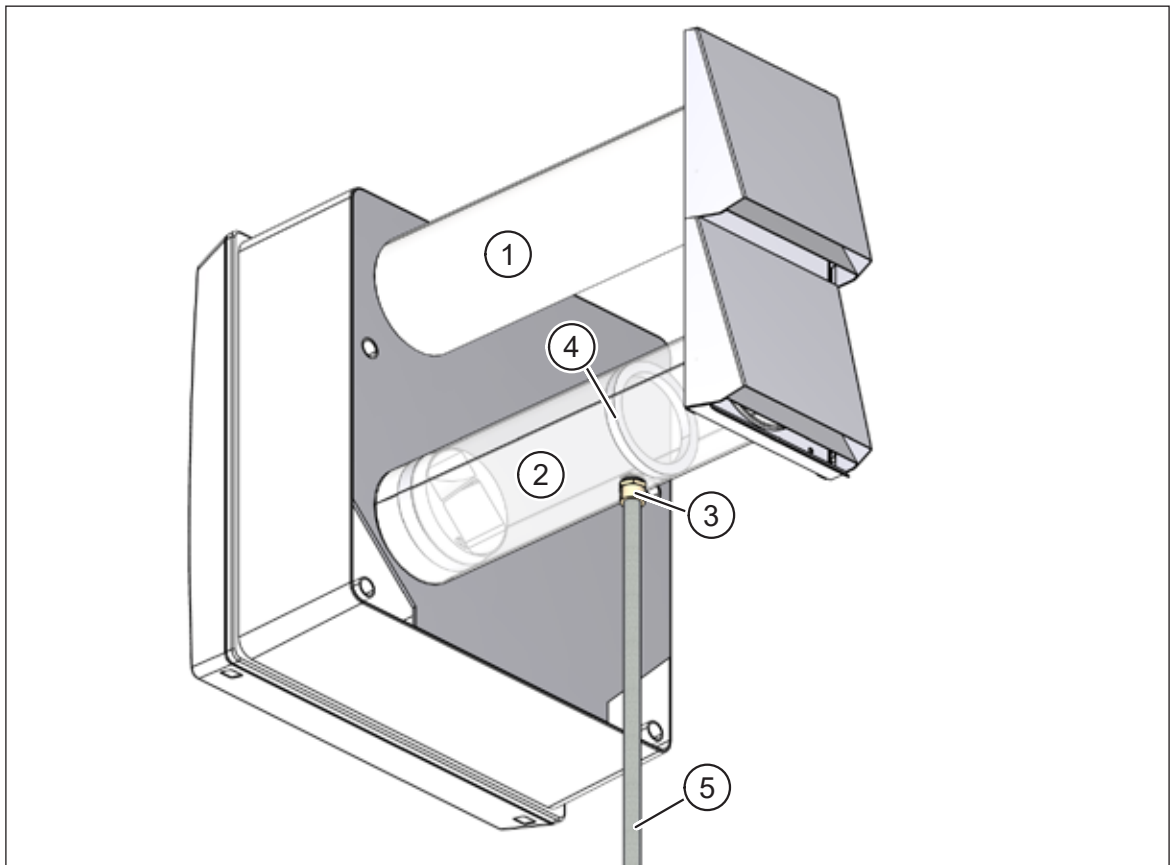

Abb. 27: Kondensatabführung am Fortluftrohr
- Außenluftrohr, DN 100, 0,5 m (Pos. 1 in Abb. 27)
- Fortluftrohr DN 100, 0,5 m (Pos. 2 in Abb. 27), mit 1/2“-Außengewindeanschluss (Pos. 3 in Abb. 27) und Barriere (Pos. 4 in Abb. 27) zum Rückhalten des Kondensats.
- Schützen Sie das Kondensatableitungsrohr (Pos. 5 in Abb. 27) in kalten Regionen vor Frost, z. B. durch Verlegung hinter der Fassadendämmung.